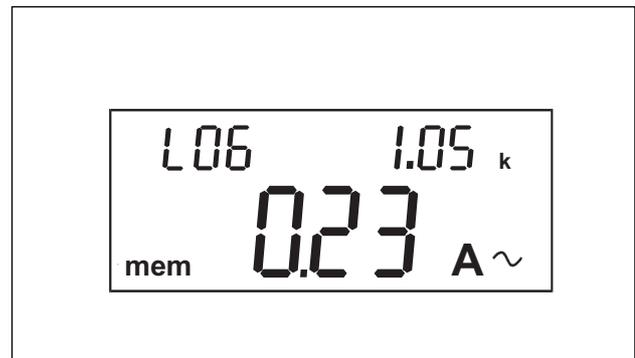

Abb. 8.6
- Falls die Anzahl der aufgezeichneten Messwerte während der Messfunktion AUFZEICHNUNG die Anzahl von 999 überschreitet, so wird in der LC-Anzeige rechts oben die Anzahl nur noch in 10er Schritten angezeigt (siehe Abb. 8.6). Beispiel: Anzeige 1.05 k entspricht 1050 Messwerten.